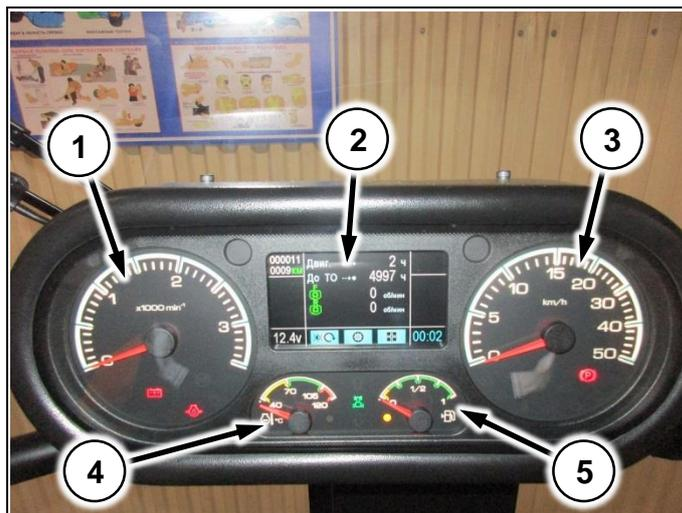

Рис. 10
- (Рис. 10/1) – тахометр;
- (Рис. 10/2) – информационный дисплей;
- (Рис. 10/3) – спидометр;
- (Рис. 10/4) – указатель температуры ОЖ;
- (Рис. 10/5) – указатель уровня топлива.
На дисплее (Рис. 10/2) отображаются параметры работы машины, выводятся аварийные сообщения.